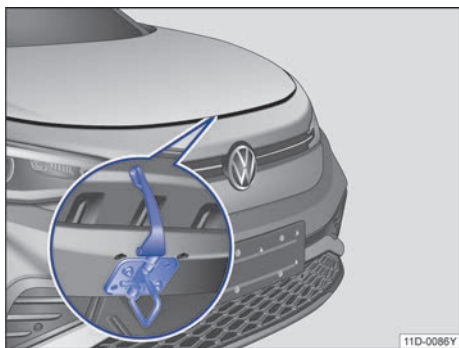

图 145 散热器格栅上方用于打开前舱盖的拉杆
- 向上提起前舱盖前部中央的开启拉杆，抬起前舱盖并将其打开 → 图 145 → ⚠